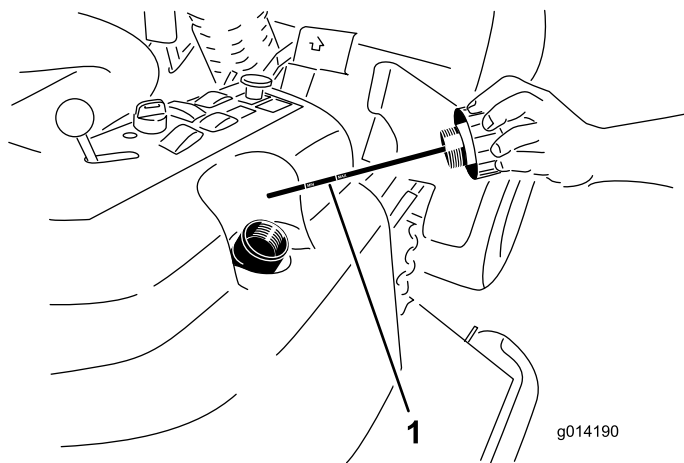

Рисунок 50
4. Снимите крышку заливной горловины бака гидравлической жидкости (Рисунок 50).
5. Выньте масломерный щуп и протрите его чистой ветошью (Рисунок 50).
6. Вставьте масломерный щуп в заливную горловину до отказа; затем извлеките его и проверьте уровень жидкости (Рисунок 50).